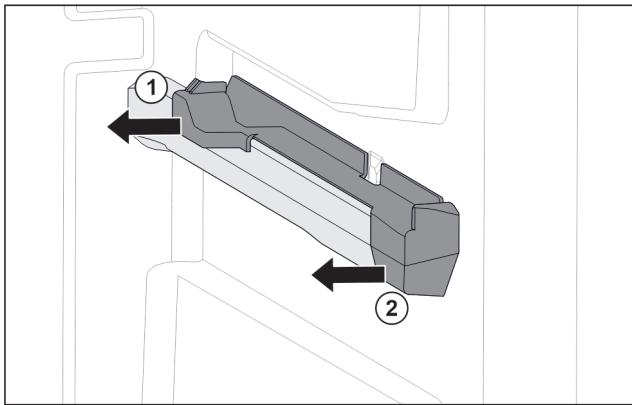

Fig. 117 Aufsteckteil auf der rechten Behälterrippe
- Aufsteckteil hinten zur Seite abziehen. Fig. 117 (1)
- Aufsteckteil vorne zur Seite abziehen. Fig. 117 (2)